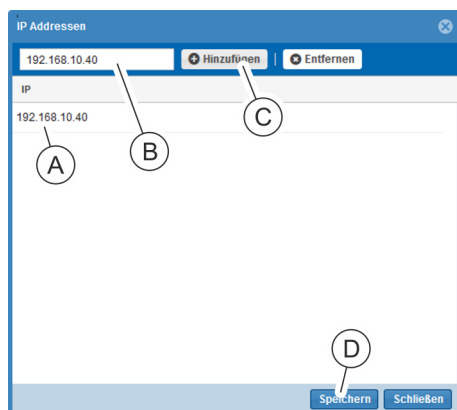

Abb. 158: Fenster "IP-Adressen"
⇒ Es öffnet sich das Fenster "IP-Adressen" (Abb. 158).
8. Im Textfeld eine IP-Adresse (Abb. 158/Ⓐ) eingeben und über die Schaltfläche „Hinzufügen“ (Abb. 158/Ⓑ) der Liste (Abb. 158/Ⓐ) hinzufügen.
9. Nach erfolgter Eingabe das Fenster über die Schaltfläche „Speichern“ (Abb. 158/Ⓓ) schließen.